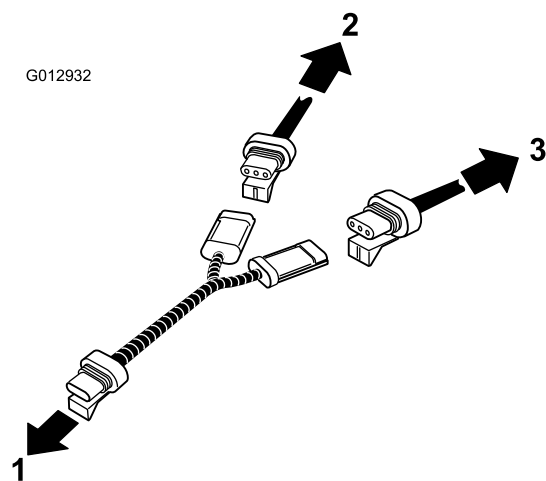

Figura 14
17. Instale a cablagem de ligação do velocímetro, em forma de Y entre o sensor de velocidade e a cablagem existente e cablagem do pulverizador. Ligue o sensor de velocidade à cablagem existente e à cablagem do sistema de pulverização (Figura 14).